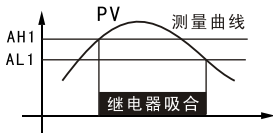

图1
- (1) 设定 AH1=AL1, 继电器无效。
- (2) 设定 AH1>AL1, 当测量值 $\geq$ AH1时, 继电器吸合; 当测量值 $\leq$ AL1时继电器释放。继电器动作情况见图1, 常用于上限报警。